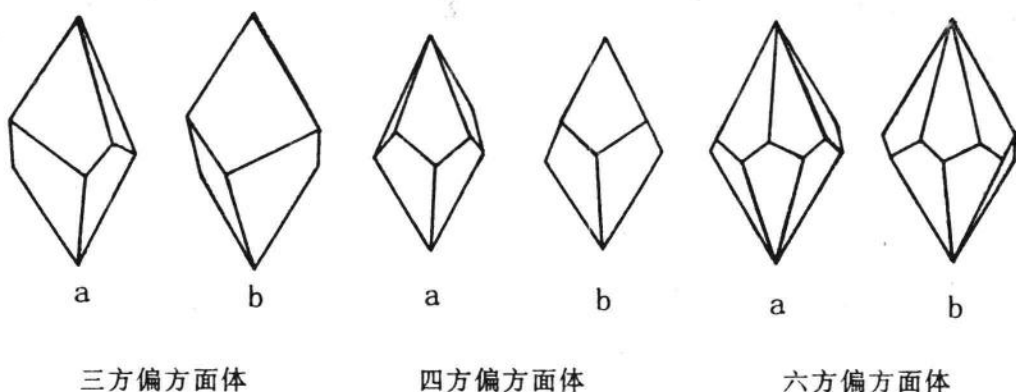

图 7 偏方面体的左形(a)和右形(b)
①、对于偏方面体类单形,上部晶面两个不等长的晶棱中,长晶棱在左者为左形,长晶棱在右者为右形(见图 7)。